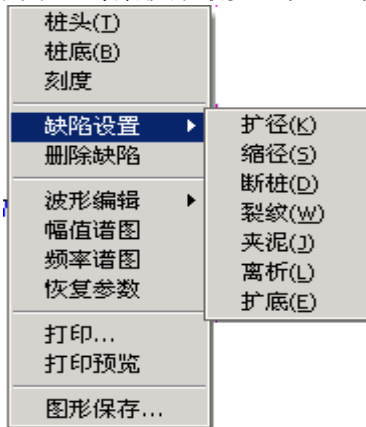

图 1-21
- 2、缺陷的设置：除了在分析菜单可以设置缺陷外，在图形区点击鼠标**右键**，则弹出菜单，其中包含以下菜单项**删除缺陷**、**扩径** (**K**)、**缩径** (**S**)、**断桩** (**D**)、**裂纹** (**W**)、**夹泥** (**J**)、**离析** (**L**)、**扩底** (**E**) 等（如图 1-21 所示）；用鼠标**左键**选择某类缺陷后，则在游标位置处竖向显示缺陷类型及其位置（缺陷标记），例如：扩径—4.5m。在同一位置，只能有一种缺陷，以最后一次设置为准。每条波形最多可设 **11** 个缺陷标记。